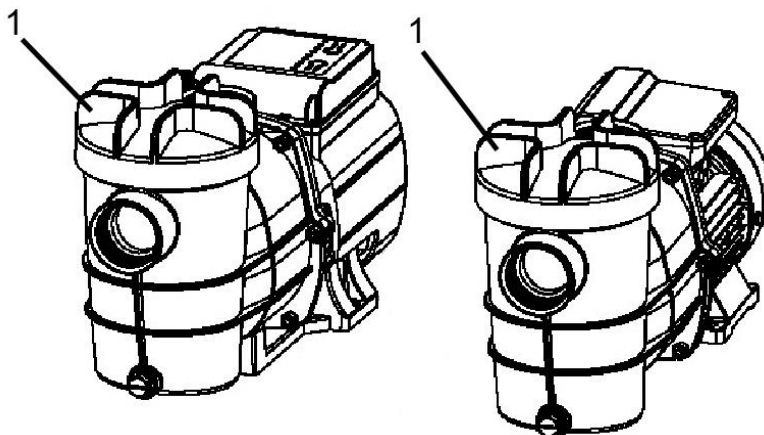

Fig. 6
- Montage du préfiltre de la pompe SPF 250 F et SPF 370 F (Fig.6)